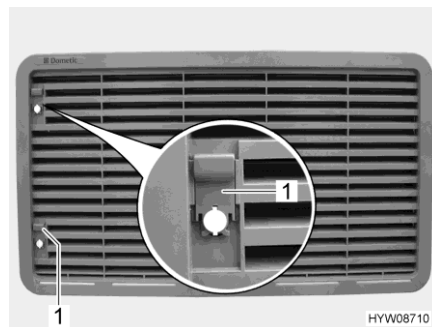

Bild 203 Kylskåpets ventilationsgaller
- Skjut upp spjället (Bild 203,1).